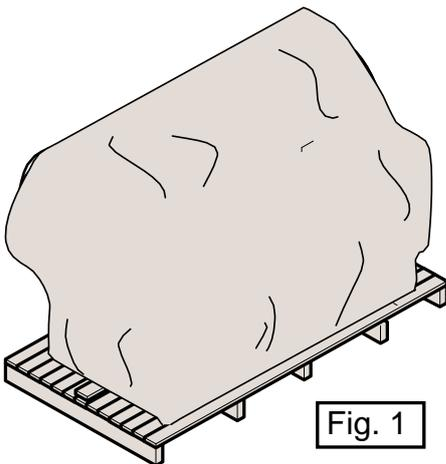

Fig. 1
- ◆ Plateforme ou palette (fig. 1)